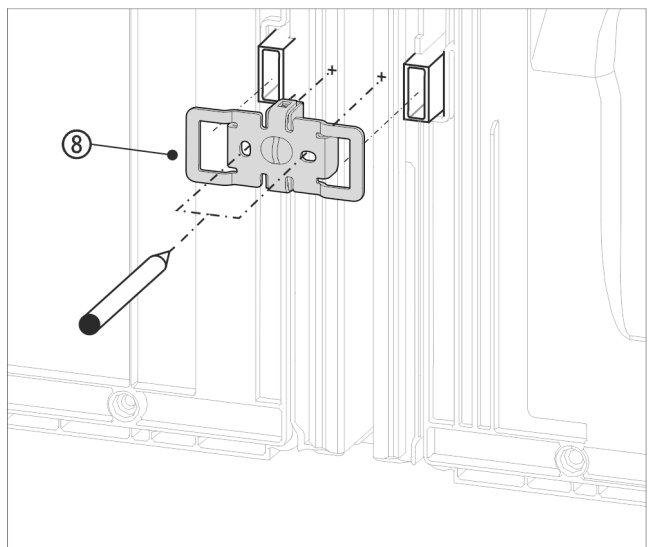

Fig. 16 Przykładowa prezentacja
- ▶ Kątownik Fig. 16 (8) z wycięciami nasunąć na uchwyt dla elementu dystansowego.